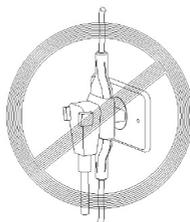

Fig. 17
- Em hipótese alguma, conectar outros aparelhos na mesma tomada [Fig. 17].